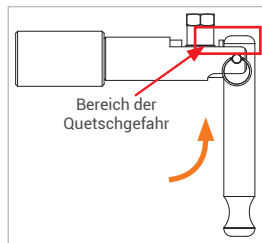

Abbildung 6
Vorsicht: Halten Sie Ihre Finger vom Kolben fern (Abbildung 6). Sie können sich die Finger beim Betätigen des Spannshebels (Pos. 2) quetschen oder einklemmen.
- ▶ Betätigen Sie den Spannschraubmechanismus (Pos. 2) um 90° zurück in seine Ausgangslage (Abbildung 6).